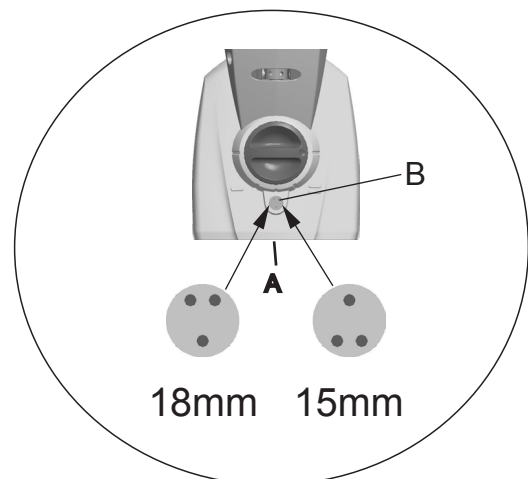

Fig. 3
1. Lossa låsskruv (A) underifrån med en 2,5 mm insexnyckel.
2. Ställ in enligt önskad benlängd (Fig. 3) med benlängdsjusteringen.